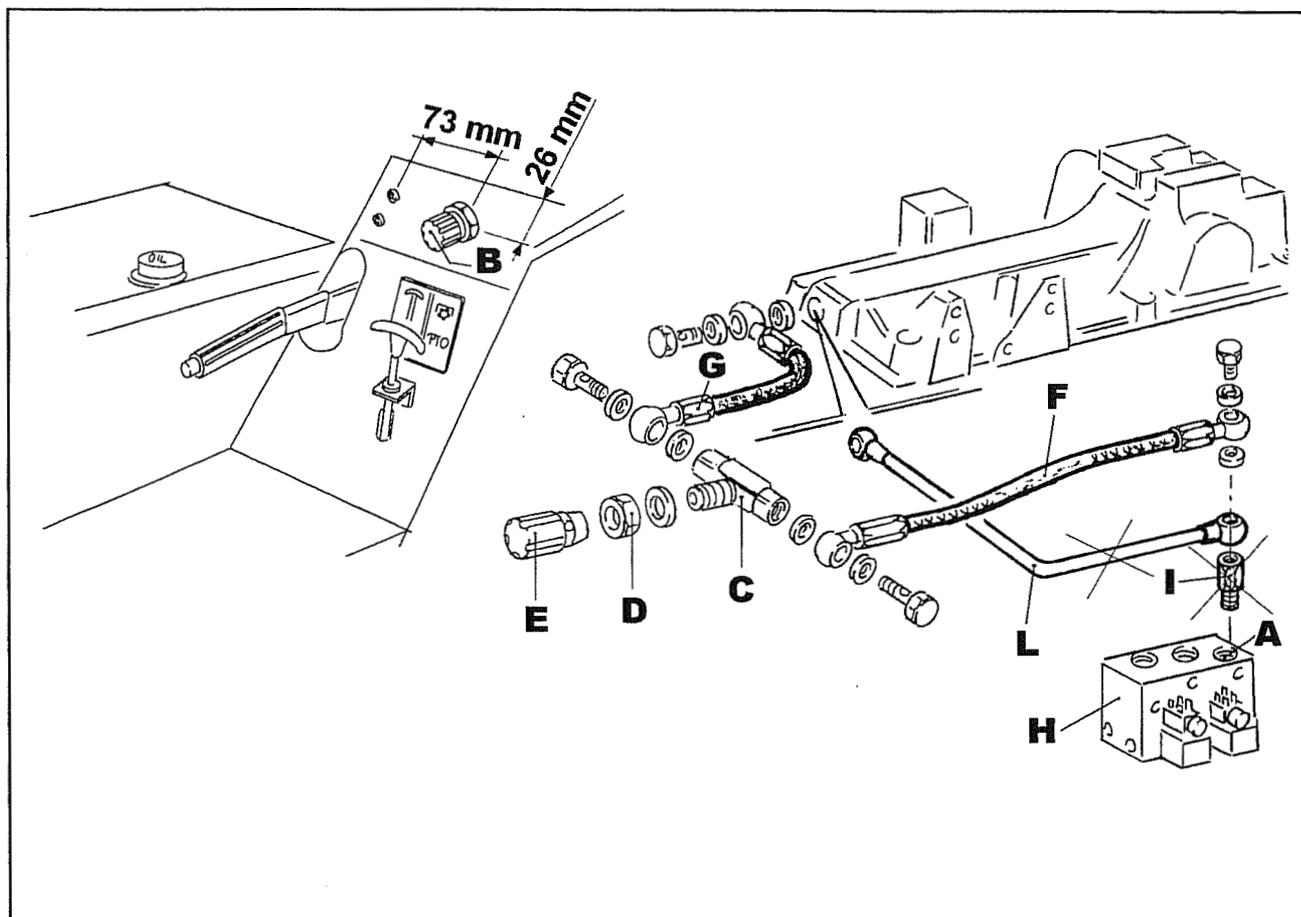

Fig. 34
2. Percer un trou de 20 mm de diamètre sur la tôle de protection gauche ; dans la position indiquée par le point **B** fig.34.
4. Brancher les canalisation flexibles **F** et **G**, comme indiqué dans la figure 34.